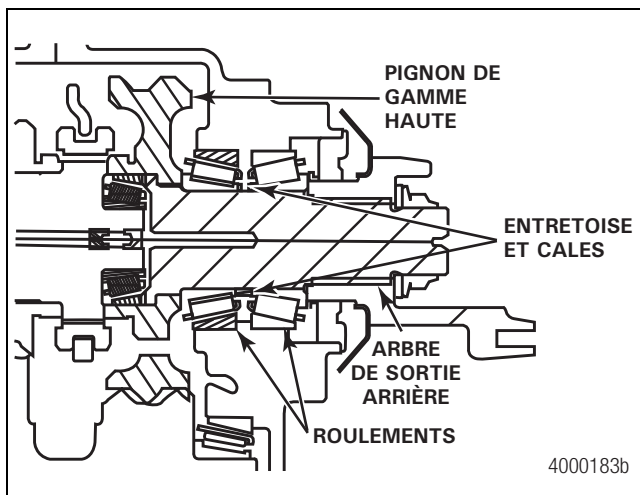

Figure 6.24
1. Si l'arbre de sortie arrière et le carter arrière ont été démontés, installer l'arbre de sortie arrière, les cônes de roulement, l'entretoise, les cales et la chape dans le carter arrière. Serrer provisoirement l'écrou de chape au couple de 700 à 900 lb-pi (950 à 1 220 Nom). Placer le carter arrière sur un plan de travail pour mesurer le jeu axial de l'arbre. Se reporter aux procédures de montage des bagues de roulement et des cales d'épaisseur dans la présente section. Figure 6.24.